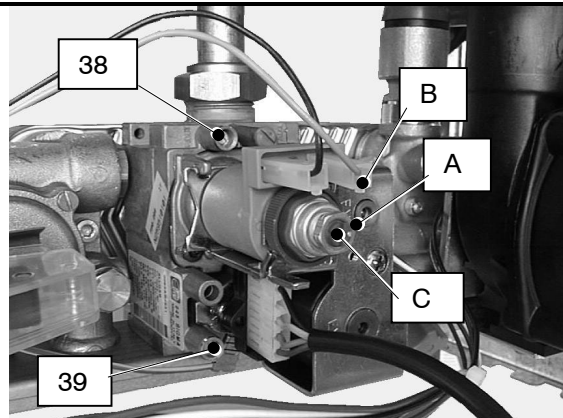

Fig. 6.4
2. Open the gas valve inlet pressure test point (38 in Fig. 6.4) at the valve input, connect a suitable pressure gauge, check the gas pressure of the supply network and compare the value on the gauge with the value indicated in the sections 4.4 or 4.5 (gas supply pressures).
2. Откройте клапан для проверки давления газа (38 на рис. 6.4), подключите соответствующий измерительный прибор, измерьте давление газа в сети и сравните его показания со значением, указанным в разделе 4.4, 4.5 (давление газа в сети).
| <p>4. Loosen the internal screw 37(Fig. 6.4) on the Outlet Pressure Test Point of the Gas Valve and connect a pressure gauge using a suitable hose.</p> <p>5. Set the d.h.w. and c.h. temperature control knobs to their maximum position.</p> <p>6. Switch on the boiler and open at least one hot water tap fully.</p> <p>7. Check the maximum gas pressure and compare the value on the gauge with the value indicated in the sections 4.4, 4.5 (gas pressures at the burner), accordingly with the model of boiler installed.</p> <p>8. To adjust the pressure rotate the maximum gas pressure adjustment (A in Fig. 6.4) until you obtain the required pressure (by rotating clockwise the pressure increases).</p> <p>9. Switch off the boiler.</p> <p>10. Disconnect the gas modulator coil by removing the electrical connector B (Fig. 6.4).</p> | <p>4. Ослабьте внутренние болты 37 (рис.6.4) на выходной контрольной точке газового клапана и подсоедините датчик давления, используя подходящий шланг.</p> <p>5. Установите рукоятки регулировки температуры горячей воды и отопления на максимальные значения.</p> <p>6. Включите котел и откройте хотя бы один кран с горячей водой на полную мощность.</p> <p>7. Проверьте максимальное давление газа и сравните его значение со значениями, указанными в разделах 4.4, 4.5 (давление газа на горелке), в соответствии с моделью установленного котла.</p> <p>8. Чтобы увеличить давление, поверните регулировку максимального давления газа (А рис. 6.4) до тех пор, пока Вы не получите необходимое давление (при вращении по направлению часовой стрелки, давление возрастает)</p> <p>9. Выключите котел.</p> <p>10. Отключите модулирующую газовую катушку, отсоединив электрический контакт В (рис.6.4).</p> |
| <p>11. Switch on the boiler.</p> <p>12. Check the minimum gas pressure and compare the value on the gauge with the value indicated in the sections 4.4, 4.5 (gas pressures at the burner), accordingly with the model of boiler installed. To adjust the pressure rotate the minimum gas pressure adjustment (C in Fig. 6.4) until you obtain the required pressure (by rotating clockwise the pressure increases).</p> | <p>11. Включите котел</p> <p>12. Проверьте минимальное давление газа и сравните его значение со значениями, указанными в разделах 4.4, 4.5 (давление газа на горелке), в соответствии с установленной моделью котла. Чтобы увеличить давление, поворачивайте регулятор минимального давления газа (С на рис.6.4) до тех пор, пока не получите необходимые показатели (при вращении по направлению часовой стрелки, давление возрастает)</p> |